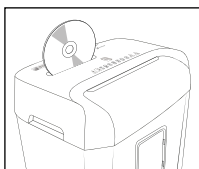

Fig. 5
Per distruggere i documenti, impostare l'interruttore REV/OFF/AUTO/FWD ③ su AUTO. Inserire il CD centralmente dall'alto nell'apertura di taglio CD/carta di credito ② (vedi Fig. 5). È possibile inserire solo un CD per volta.